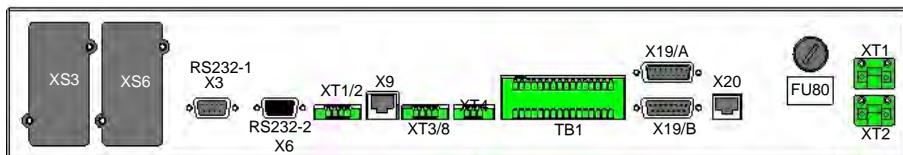

Рис. 29 - Liebert 80-NET 60/80кВА - соединительная панель
Во избежание поражения электротоком вследствие обратной подачи энергии через электронный статический выключатель следует установить внешний разъединитель в соответствии со стандартом на продукцию IEC/EN 62040-1. ИБП генерирует логическую команду на XT2 (см. Рис. 29 - Рис. 33) для гарантии правильной работы разъединителя.
- Подсоедините датчик, предназначенный для отслеживания температуры воздуха вблизи аккумулятора, к разъему XT1 на соединительной панели (см. Рис. 29 - Рис. 33).
- Подсоедините два провода, предназначенных для контроля состояния выключателя внешнего аккумулятора, к разъему XT1/2 на соединительной панели (см. Рис. 29 - Рис. 33). Эти провода необходимо проложить в особом канале, отдельно от кабелей питания. Для повышения помехоустойчивости рекомендуется использовать витую пару экранированных проводов.